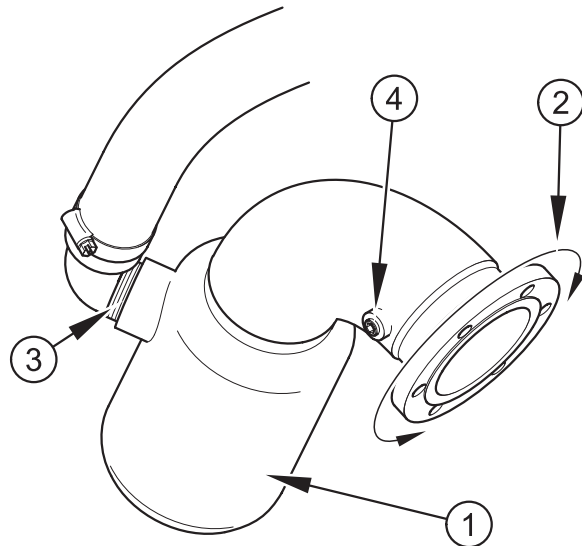

Figura 21
La figura 21 muestra un codo de escape típico (1) con inyección de agua (3). El codo se puede girar (2) para lograr la posición óptima.